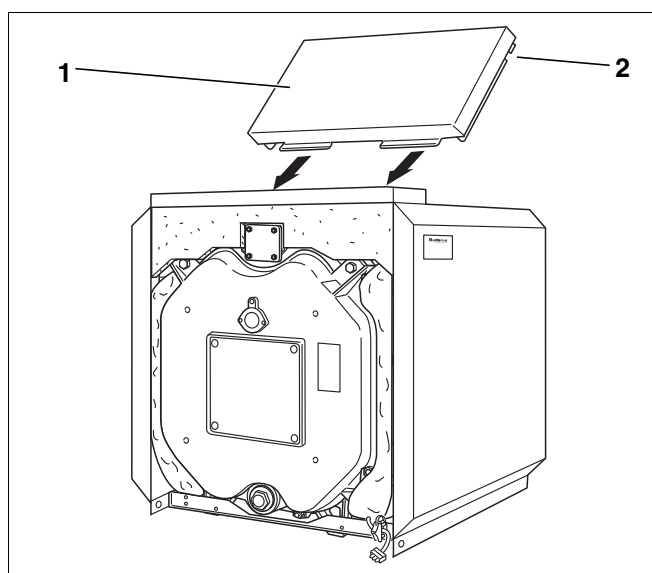

Рис. 37 Установка задней крышки
- Заднюю крышку (рис. 37, поз. 1) установить между боковыми стенками так, чтобы вырез (рис. 37, поз. 2) был над траверсой.